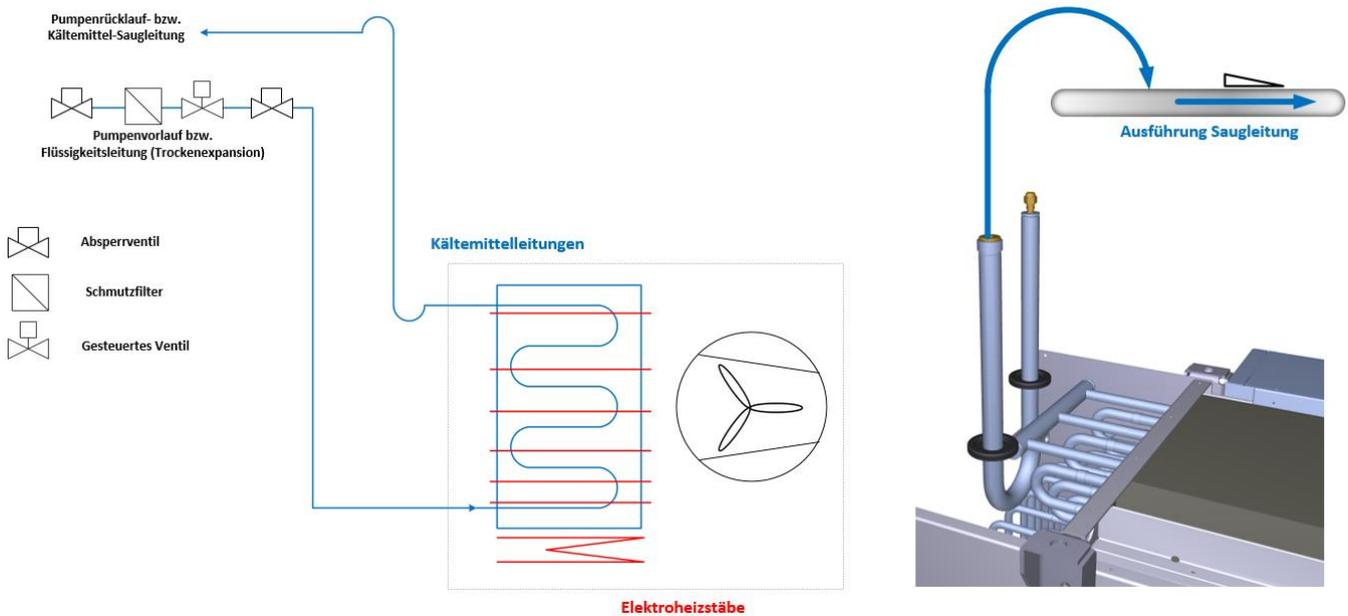

Abbildung 5: Armaturen und Ausführung Vor- und Rücklauf Kältemittel
- Kältemittel-Ventile müssen während des Abtauvorganges dichtend schließen → Filter vor jedem Magnetventil **notwendig** (Abbildung 5); Vorsicht vor eingeschlossener Flüssigkeit bei Absperrung der Ventile!